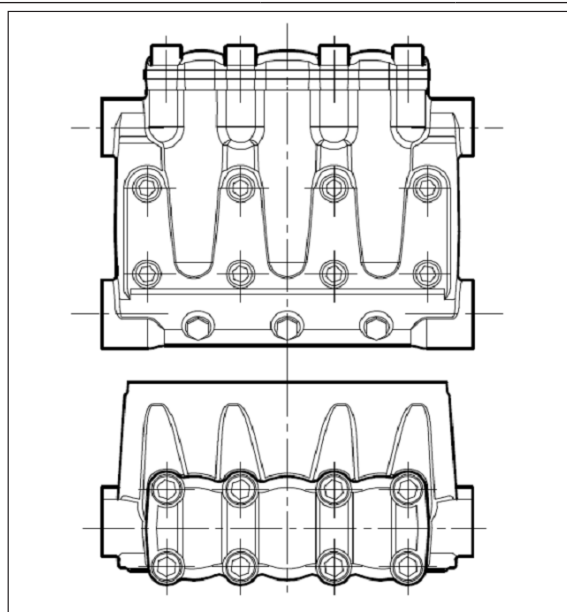

Abb. 34
** Die Befestigungsschrauben des Kopfs, Pos. 39 der Explosionszeichnung, müssen mit einem Drehmomentschlüssel in der Reihenfolge gemäß Schema in Abb. 34 festgezogen werden.
*** Die Befestigungsschrauben des Ventildeckels, Pos. 41 der Explosionszeichnung, müssen mit einem Drehmomentschlüssel in der Reihenfolge gemäß Schema in Abb. 34 festgezogen werden.